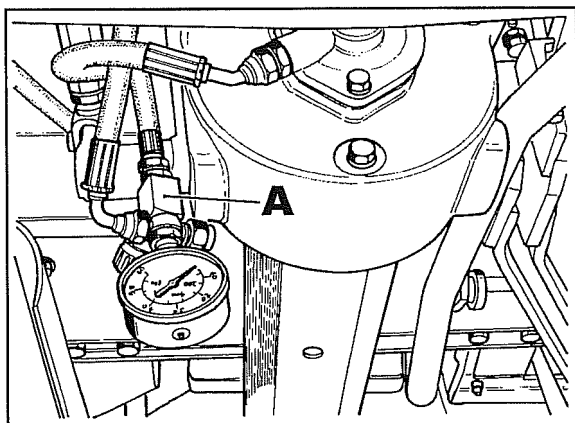
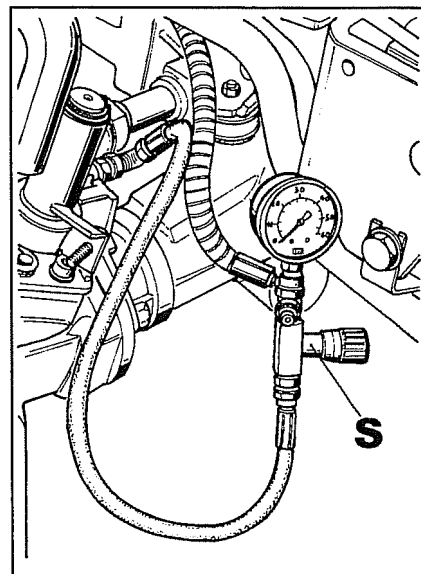

Fig. 13
Fig. 19
19 Brancher l'instrument spécial **A** à ce tube, placé sous la machine, comme illustré dans la fig. 13.
22 Identifier l'électrovanne 4RM, reliée au tube sur lequel a été monté le manomètre fig. 13.
- 26 Monter le même instrument fig. 13 sur le tube de refoulement de l'électrovanne aux masses freinantes comme illustré dans la fig. 19, sans oublier de fermer le robinet **S** pour exclure le circuit qui irait du manomètre aux masses freinantes.
29 Si au contraire après avoir effectué l'opération 27, la pression s'avère exacte, c'est-à-dire à environ 40 bar, rechercher le défaut en ouvrant le robinet **S** fig. 19.